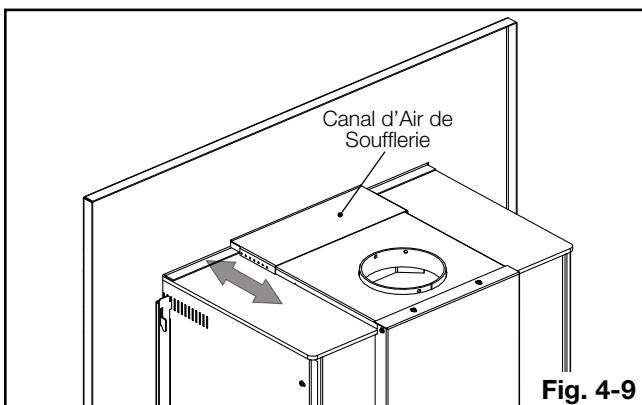

Fig. 4-9
- C.** Ajustez le canal d'air du soufflerie en le-glissez vers l'avant ou vers l'arrière (**Fig. 4-9**).